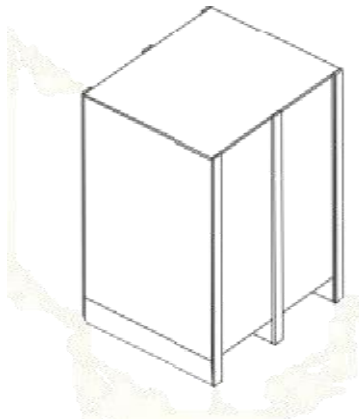

图 3.6 封箱展示图
(2) 长途运输包装防护如图 3.6 所示（防护后，木箱固定包装）